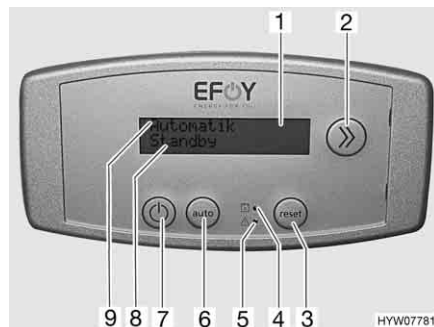

Bild 155 Kontrollenhet bränslecell
Bränslecellen består av flera komponenter, som är monterade i det bakre bagageutrymmet (Bild 153), och en kontrollpanel (Bild 155) i bodelen.
Bränslecellen laddar automatiskt bodelsbatteriet när bodelsbatteriets spänning sjunker under 12,5 V och bränslecellen har aktiverats med på/av-knappen (Bild 155,7).
Displayen (Bild 155,1) på kontrollenheten har två rader. På den första raden (Bild 155,9) visas bränslecellens driftläge.
På den andra raden (Bild 155,8) visas information eller störningsmeddelanden.
Med info-knappen (Bild 155,2) växlar man till tillgänglig information.
De två lysdioderna (LED) på kontrollenheten indikerar att tankpatronen (Bild 155,4) måste bytas och inträffade störningar (Bild 155,5).
Starta bränslecellen igen när felet har åtgärdats. Tryck för detta på återställningsknappen (Bild 155,3).
- På/av-knappen (Bild 155,7) trycks in. På displayens första rad (Bild 155,9) visas bränslecellens aktuella driftläge.
- När "På" visas befinner sig bränslecellen i det manuellt valda laddningsläget. Tryck på knappen "auto" (Bild 155,6) för att ställa in automatisk drift.
- På/av-knappen (Bild 155,7) trycks in. Bränslecellen stängs av enligt en avstängningsrutin.
- Om bränslecellen inte har stängts av än: På/av-knappen (Bild 155,7) trycks in.